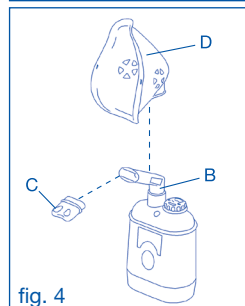

fig. 4
4. Asseyez-vous confortablement, prenez le nébuliseur, portez l'embout buccal (B) à la bouche ou bien utilisez l'embout nasal (C) ou le masque (D) ou (E) (fig. 4).